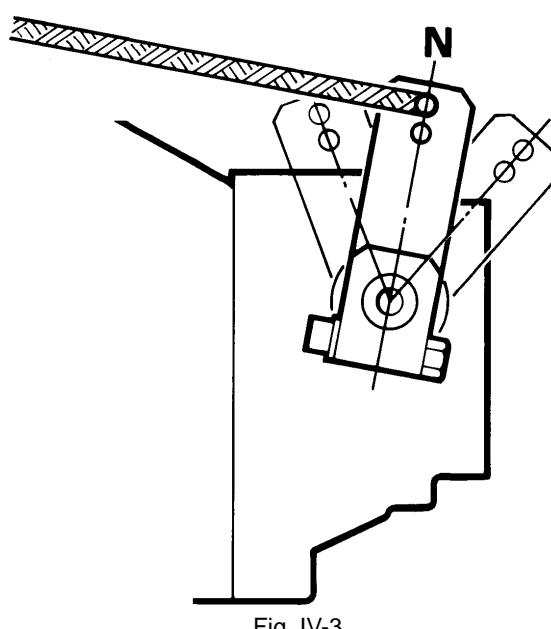

Fig. IV-3
When the engine runs idle, but the propeller shaft should not be driven (such as when charging the battery with the generator), the shifting lever (figure IV-3, item 1) must be held in the neutral position (N) to prevent the boat from moving.
Quando il motore gira al minimo e si desidera che l'elica non giri (per esempio se si deve caricare la batteria con la barca ferma), la leva di comando deve trovarsi in posizione neutrale N (vedi fig. IV-3).
Quand le moteur tourne à vide, tandis que l'arbre d'hélice est arrêté (par exemple quand les batteries se chargent avec l'alternateur), le levier de commande (figure IV-3, repère 1) doit être en position neutre (N), pour que le bateau ne se déplace pas.
Cuando el motor gira al ralentí y se desea que la hélice no gire (por ejemplo, al cargar la batería con la embarcación parada), la palanca de accionamiento debe encontrarse en posición neutral N (ver Fig. IV-3). Prohibido utilizar los reductores hidráulicos en neutro a altas revoluciones durante tiempos prolongados.
Wenn der Motor im Leerlauf läuft und die Propellerwelle aber nicht angetrieben werden soll (z.B. beim Aufladen der Batterie durch den Generator), muß der Schaltthebel (Pos.1, Bild IV-3) in der neutralen Position (N) gehalten werden, da das Boot sich sonst bewegt.